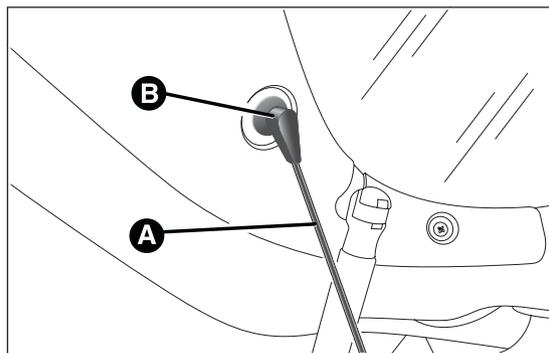

fig. 61
- liberare le estremità dei due tiranti A fig. 61 di sostegno della cappelliera sfilando gli occhielli B dai perni di sostegno;